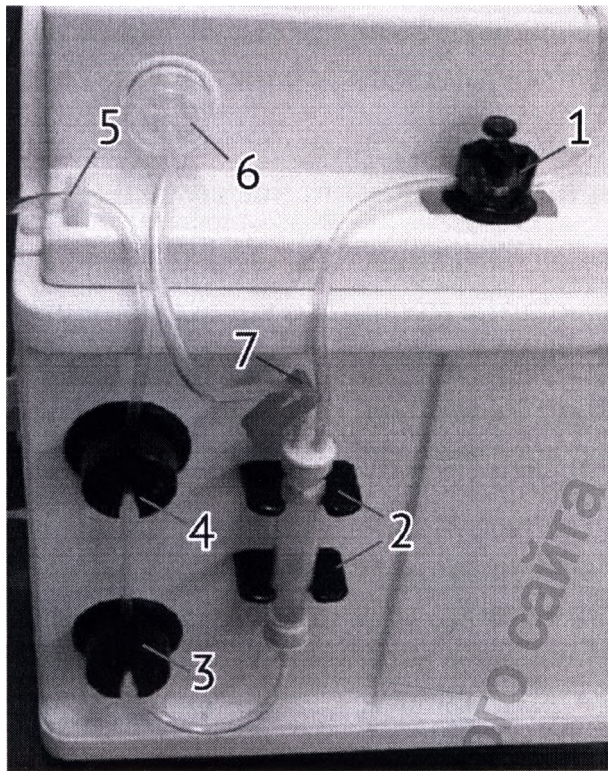

Рисунок8 - Донорская линия
- Вставить трубку (п.12) в клапан донора (1,рис.8);
- Установить камеру с фильтром крови (п.27) в держатель фильтра (2,рис.8);
- Установить трубку (п.16) сначала в датчик DLAD2 (3, рис.8), затем в DLAD1 (4,рис.8);
- Вставить трубку (п.16) послеDLAD1 в направляющую (5,рис.8) линии.
- Установить фильтр гидрофобный (п.30 или 6,рис.8) в держатель фильтра ДДД/ДДС. Для этого нажать на кольцо ДДД/ДДС и повернуть его на четверть оборота по часовой стрелке для фиксации фильтра;
- проверить зажим(п.24 или 7,рис.8) должен быть открытым.